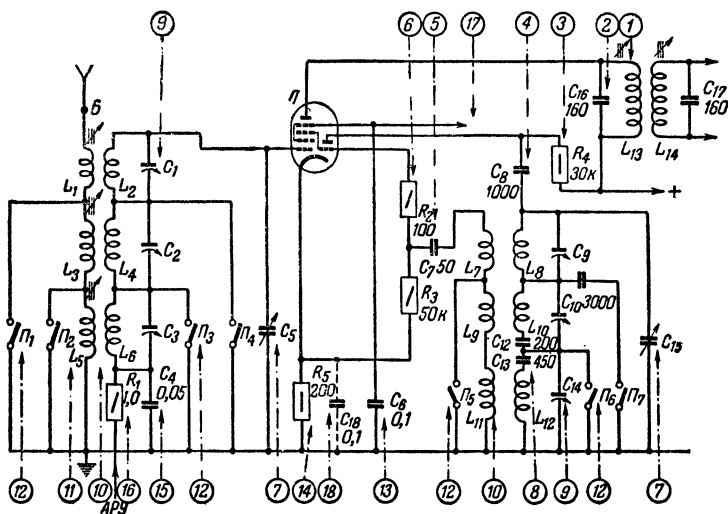

Рис. 12. Схема преобразователя частоты.
### ПРЕОБРАЗОВАТЕЛЬ ЧАСТОТЫ (рис. 12)
- 17 — неисправно сопротивление в цепи экранирующей сетки (на рис. 12 не показано);